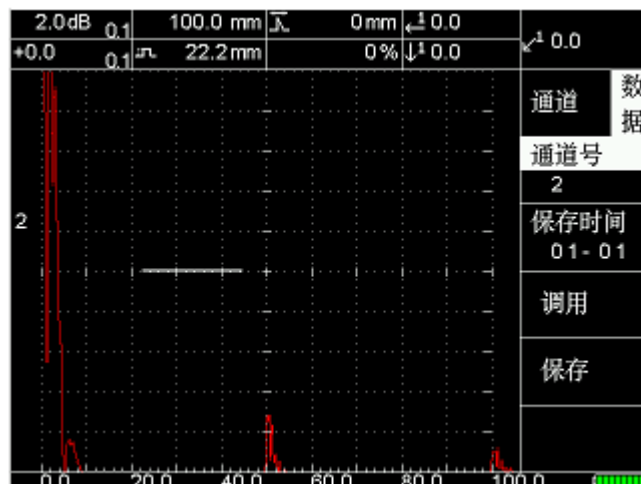

图 7-12
- (1) 按【数据】-【D】键进入，进入图 7-12。
- (2) 按【A】通道号反显，按【调节键】选择通道号(0-9)。